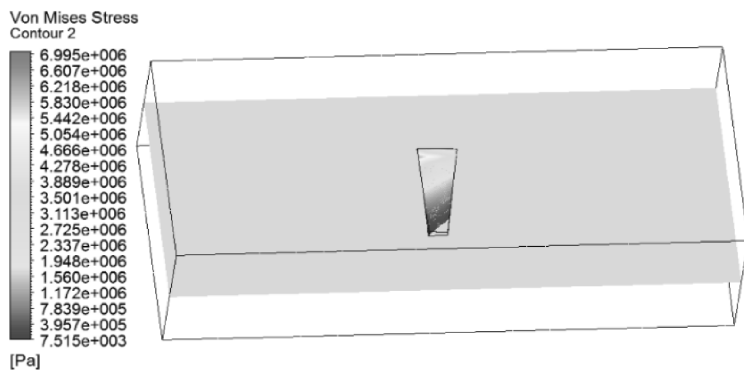

图 11-182 振动片等效应力云图
- (6) 插入云图：在工具栏中单击【Contour】并确定，其设置默认，在几何选项中的域【Domains】选择 All Domains，位置【Locations】栏后单击...选项，在弹出的位置选择器里选择 Plane1 确定。在变量【Variable】栏后单击...选项，在弹出的变量选择器选择 Von Mises Stress 确定，【#of Contours】为 110，其他为默认，单击【Apply】，可以看到结果云图，如图 11-182 所示。